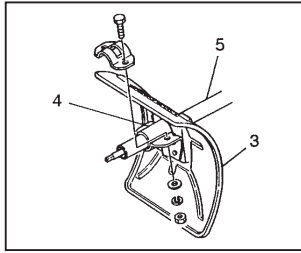

Fig. 2
- 2) Install cutter guard (3) and the collar (4) of Mini-culti. by inserting onto shaft pipe (5) and fix it temporarily keeping the model name on the cover upright. (Fig. 2)
- 2) Schneidenschutz (3) und Bund (4) des Mini-Culti durch Anbau am Wellenrohr (5) montieren. Achten Sie darauf, dass die Modellbezeichnung an der Abdeckung aufrecht steht. (Abb. 2)